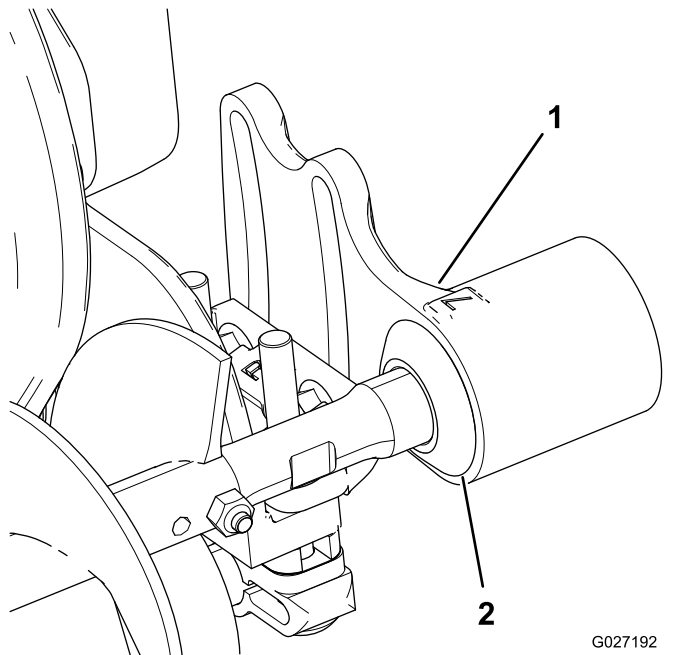

图 9
1. 向外滑动每个防尘圈直到唇形密封圈与每个轴承座轻轻接触 图 9。